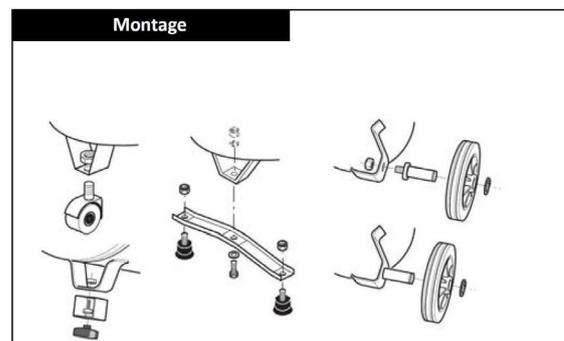

Fig. 3: Montaje de ruedas
Paso 3: Monte, si procede, las primeras ruedas y/o elementos antivibraciones (fig.3).